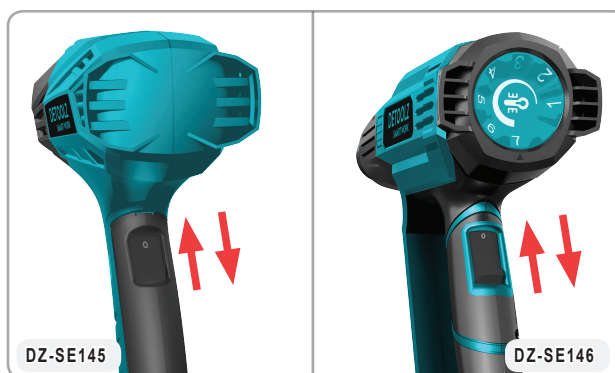

Fig.6
- Pentru a porni pistolul, mutați comutatorul în poziția de pornire Fig 6
- Pentru a opri pistolul, mutați comutatorul în poziția de oprire Fig 6